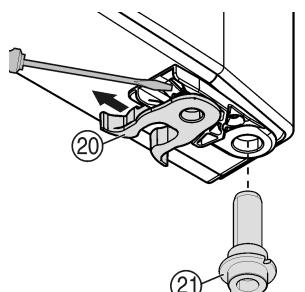

Fig. 9
- переставити Fig. 9 (20) пружинний затискач: Натиснути язичок защіпки вниз, зняти з нього пружинний затискач.
- Вийміть гвинт Fig. 9 (21) із втулки дверцят і вставте разом із шайбою на протилежному боці. Язичок защіпки повинен бути спрямований до внутрішньої сторони дверцят, надріз — до зовнішньої сторони.
- Поверніть нижню частину дверцят і вставте гвинт Fig. 9 (21) в опорний кронштейн. У разі необхідності покрутіть гвинт до його фіксації.